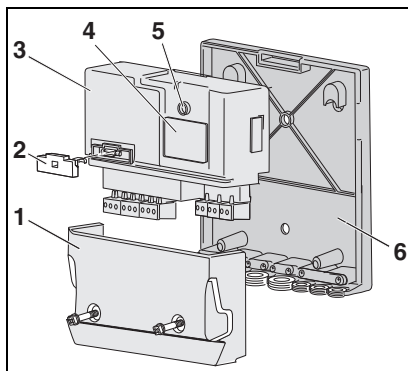

Fig. 1 Overzicht EM10
LED-meldingen op de EM10 module (fig. 1, pos. 5)